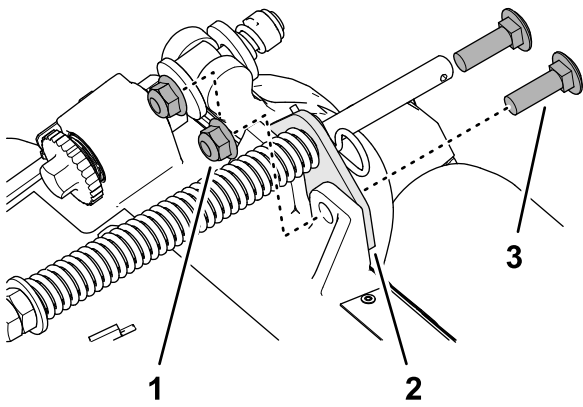

Bild 17
- Entfernen Sie die beiden Sicherungsbundmutter ($\frac{3}{8}$ ") und die beiden Schlossschrauben ($\frac{3}{8}$ " x $1\frac{1}{4}$ "), mit denen die Halterung des Rasenkompensierung am Rahmen des Mähwerks befestigt ist (**Bild 17**).